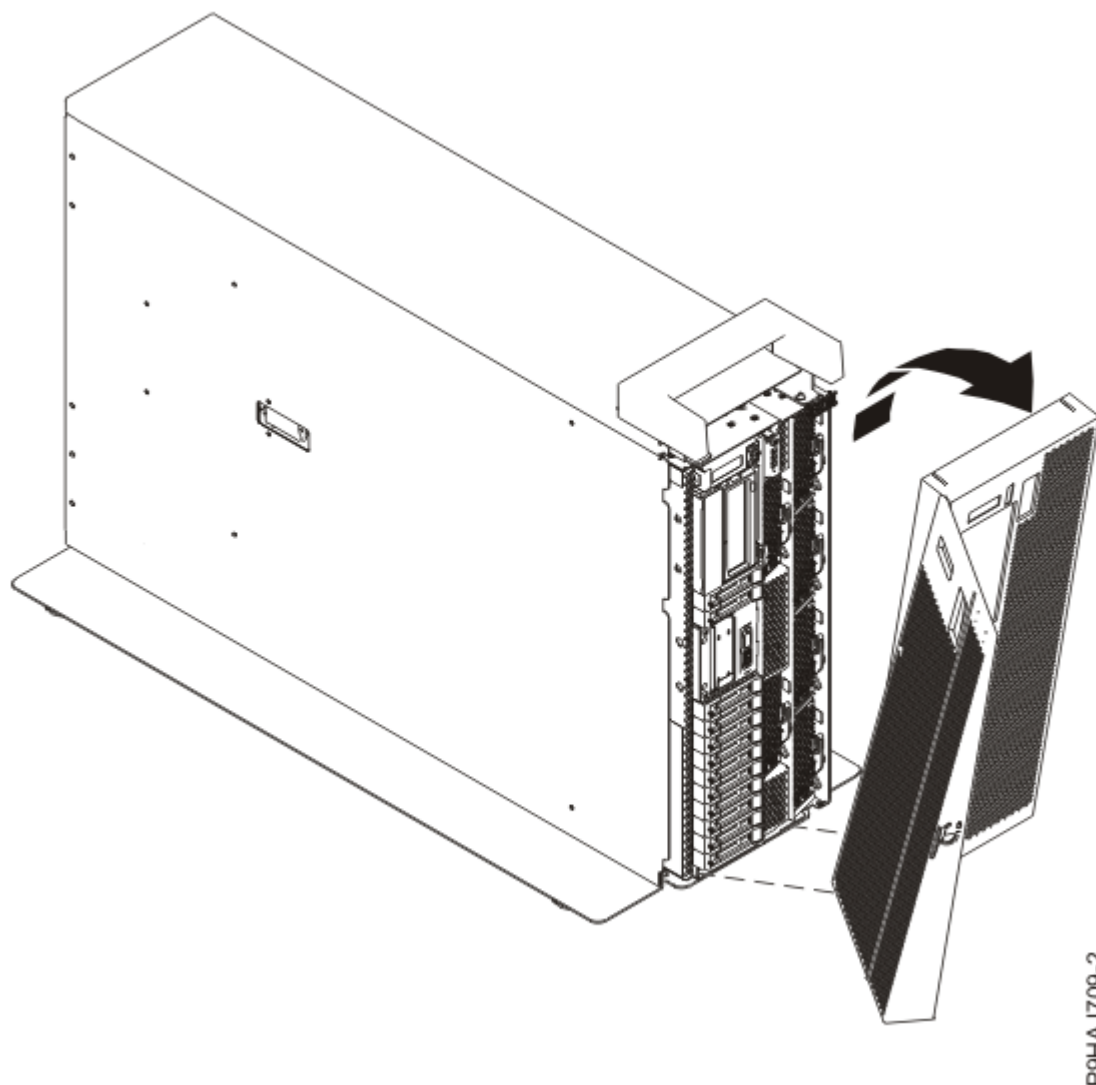

Figure 8. Retrait du capot avant
- d) Retirez le capot du système, comme illustré dans la Figure 8, à la page 10.